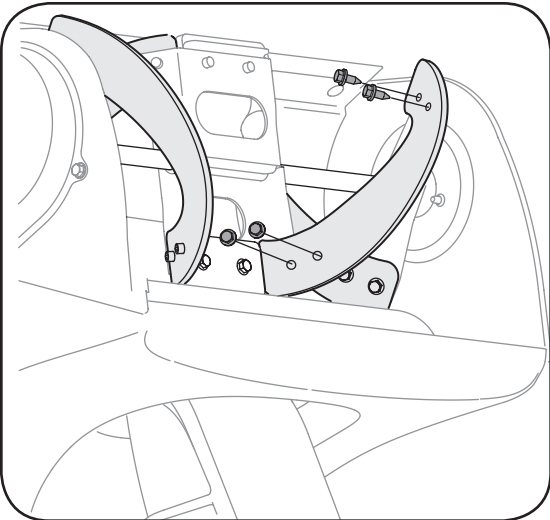

Figure 11
1. Pour démonter les pales, enlevez les vis taraudées qui les maintiennent sur la souffeuse. Voir la Figure 11.